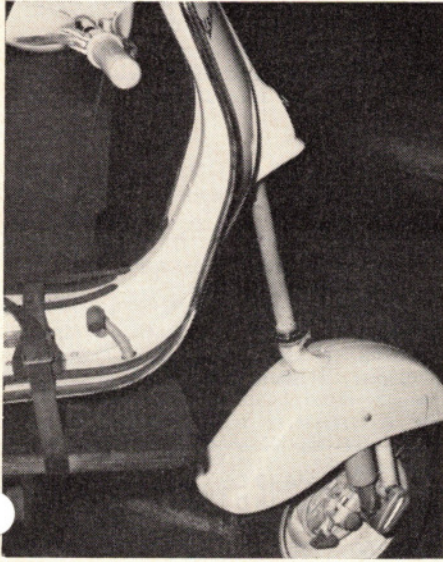

Bild 10: Lenksäule nach Ausbauen des oberen Lenkungslagers nach unten herausgezogen.
3. Lenksäule nach unten herausziehen (s. Bild 10).